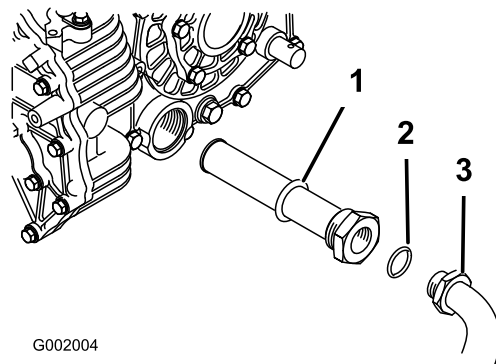

Figura 56
5. Togliete il flessibile idraulico ed il connettore a 90° (Figura 56).